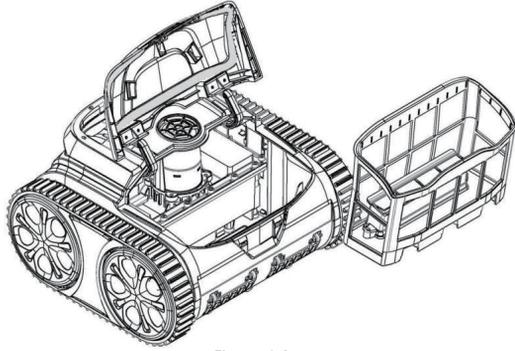

Figure 4-3
4.3.2 Sortez le boîtier de filtre de l'appareil(Figure 4-3).